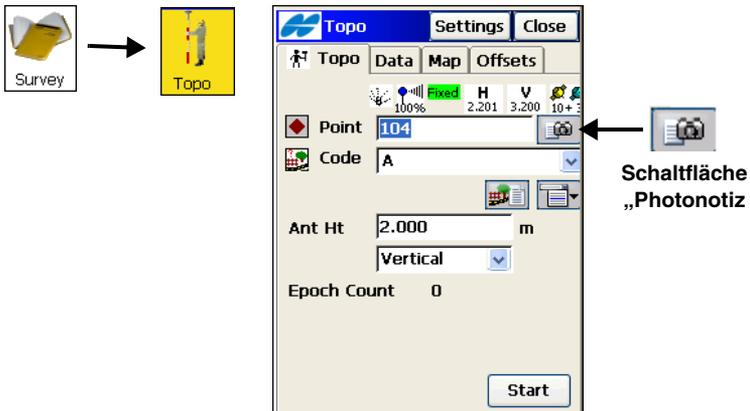

Abbildung 8-18. Punkte
1. Tippen Sie auf **Aufnahme ▶ Punkte**. Geben Sie im Fenster **Punkte** (Abbildung 8-18) den Punktnamen und gegebenenfalls eine Photonotiz über die Schaltfläche  ein. Wählen Sie den Code und die Antennenhöhe (*Ant-H*) sowie den Messtyp.
7. Tippen Sie auf dem Register *Punkte* auf **Start**, um die Aufnahme zu beginnen (Abbildung 8-18 auf Seite 8-18). In Verbindung mit einem mmGPS-System wird auf dem Register *Punkte* das mmGPS-Symbol  angezeigt. Es ist immer dann zu sehen, wenn der Empfänger mmGPS-Höhen berechnet.